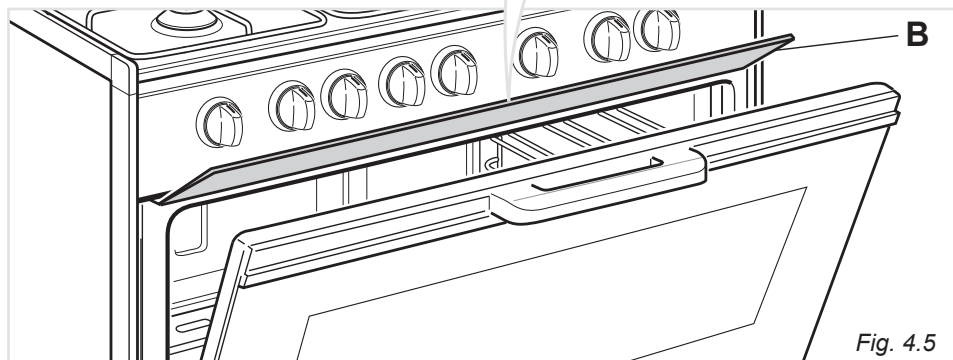

Fig. 4.5
Molto importante: Da usare sempre con la porta semiaperta ed paracalore "B" montato (fig. 4.5).
- Infilare lo schermo paracalore "B" negli appositi supporti nell'imboccatura del forno (fig. 4.5). Lo schermo paracalore, fornito a corredo, serve per proteggere il frontale comandi dal calore.